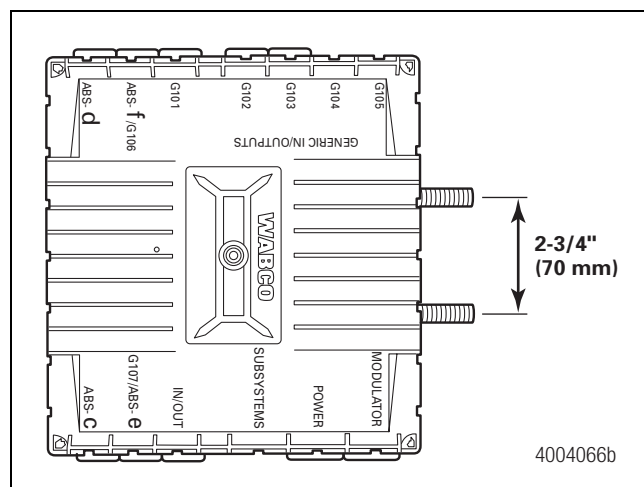

Figura 5
- Perfore dos orificios de montaje de 1/2 pulgada. La distancia de centro a centro entre los dos orificios debe ser de 2-3/4 pulgadas (70 mm) y debe montarse directamente a una estructura rígida. Figura 5.